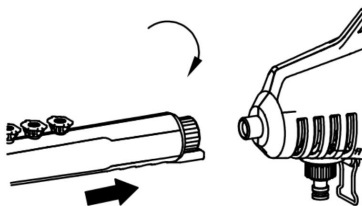

Fig.2
2. Coloque la lanza de pulverización en la lavadora como se muestra en la Fig.2.